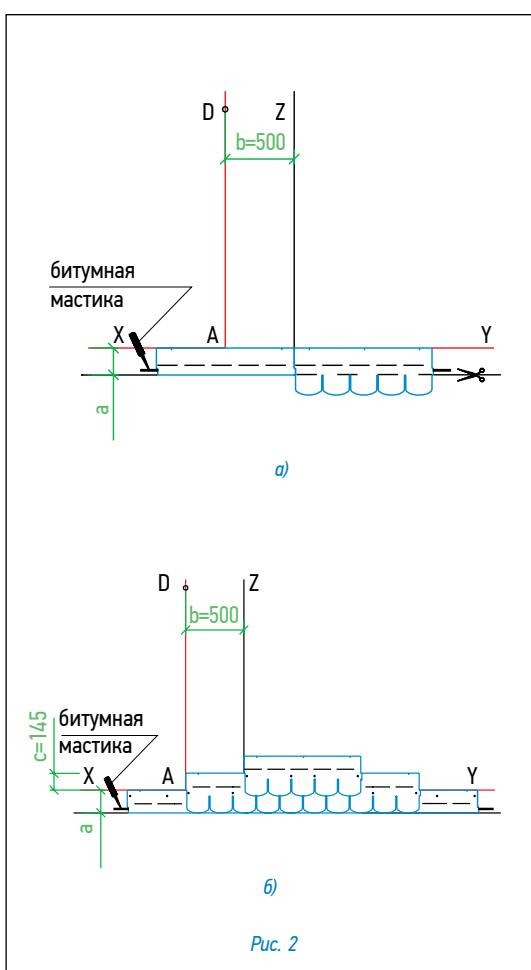

Рис. 2
Укладка материала (рис. 2)
- Начальный ряд формируется из специальной коньково-карнизиной черепицы, либо из листов черепицы обрезанных по линии образованной конечными точками вырезов. Элементы начального ряда укладываются по линии карниза в обе стороны от линии Z (рис. 2а) и фиксируются по нижнему краю битумной мастики, а по верхней кромке 4 гвоздями (ось гвоздей на 5 см ниже верхнего края полосы).
- далее первый ряд черепицы укладывается от линии AD (рис. 2б);
- второй ряд укладывается от линии Z (со смещением 50 см от AD) (рис. 2б);